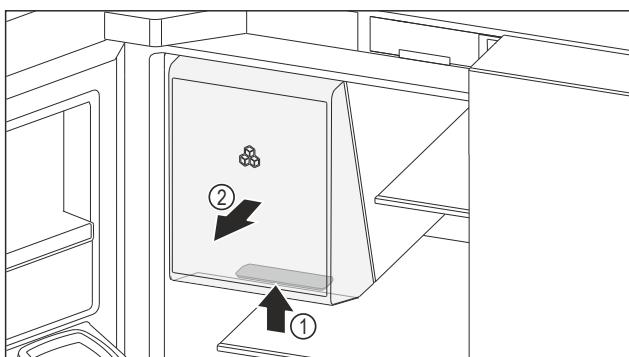

Fig. 151 Виймання відсіку для зберігання льоду
- Візьміться за втоплену ручку Fig. 151 (1) внизу відсіку для зберігання льоду й одночасно витягніть відсік для зберігання льоду вперед Fig. 151 (2).